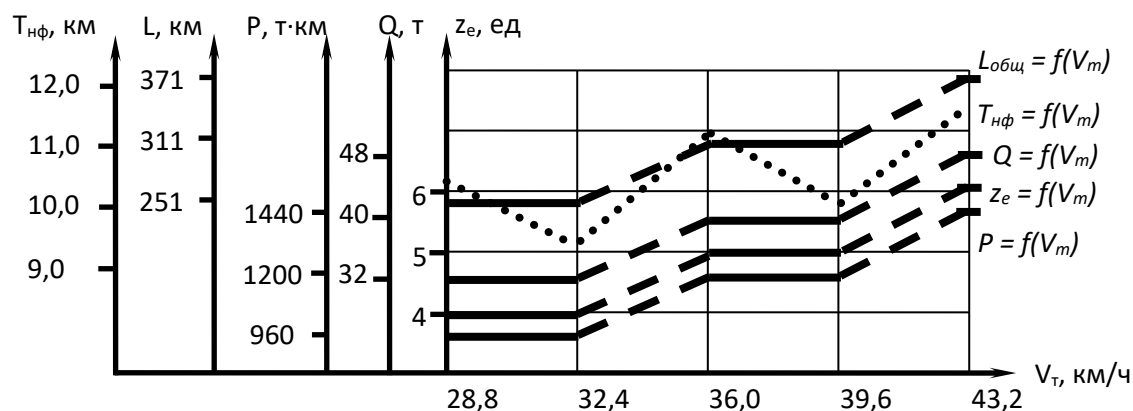

Рис. 2. Изменение выработки автомобиля в микросистеме
В качестве примера рассмотрим влияние изменения аргумента (среднетехнической скорости V_m), на функционирование микросистемы, расчёт выполнен по формулам (5) – (16), результаты представим в табличной форме (табл. 2) и на графиках (рис. 2).